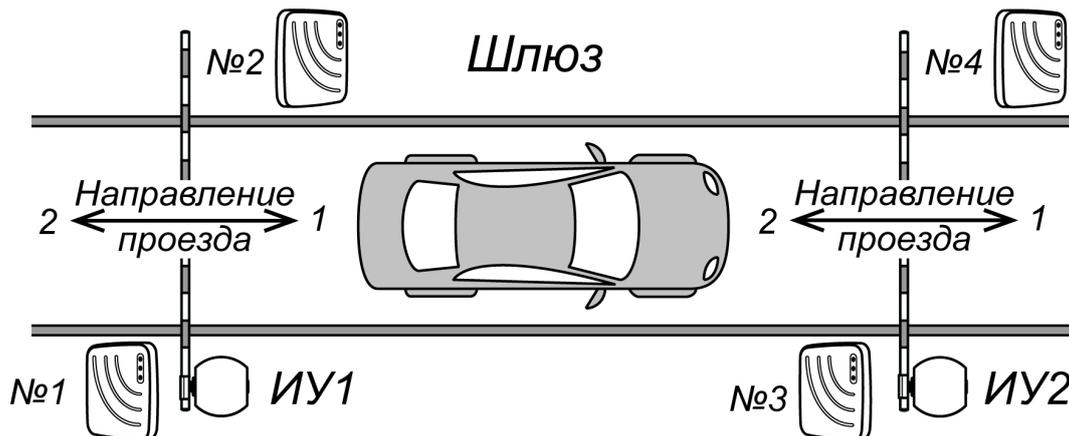

Рисунок 27. Схема шлюза из двух шлагбаумов
- на рис. 27 – для ТРЛ производства **ZKTeco (FaceDepot-7A, FaceDepot-7B, ProFaceX, SpeedFace-V5L-TD)**;